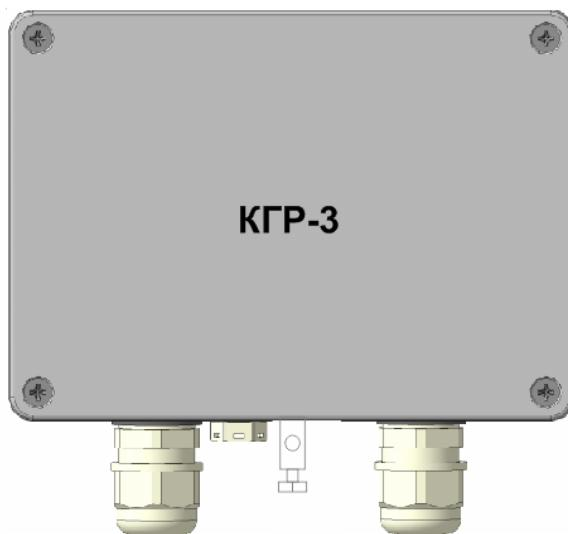
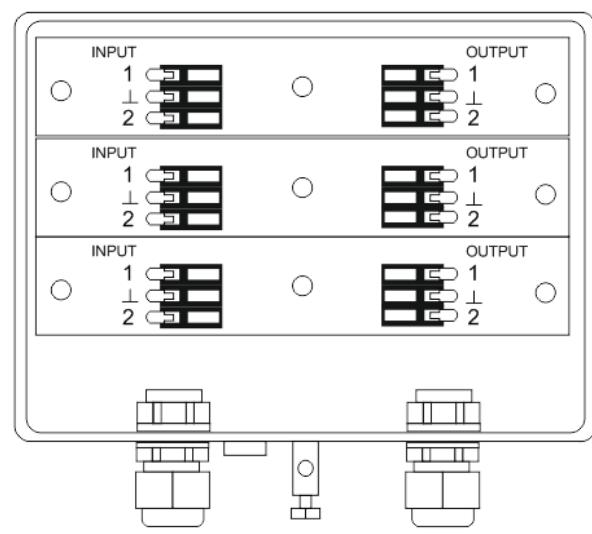

Рис. 1
Рис. 2
4.1. КГР-3 выполнена в литом алюминиевом «А» (или пластиковом «П») заземляемом корпусе со степенью защиты IP65 (рис.1.). Съемная крышка с уплотнением закрепляется к корпусу четырьмя невыпадающими винтами. С нижней стороны корпуса установлены два или три гермовода для транслируемых кабелей и клемма для подключения защитного заземления.
4.2. Конструкция КГР-3 (Рис. 1) включает 3 сменных модуля грозозащиты (ГР-2), которые крепятся в корпусе двумя винтами каждый (Рис. 2). На модулях ГР-2 установлены элементы грозозащиты и пружинные зажимы для подключения проводов.